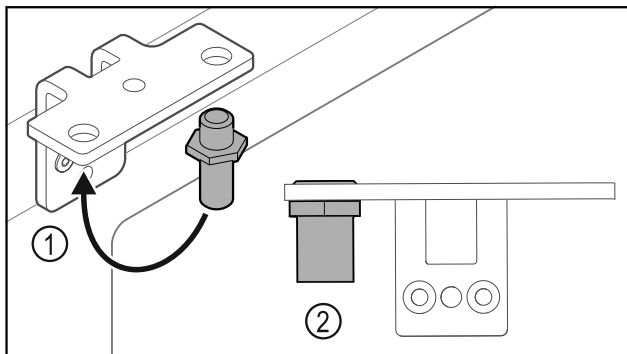

Fig. 28
- Premiestnite čap Fig. 28 (1) v uholníku závesu.
- Uťahnite čap Fig. 28 (2) **uťahovacím momentom 12 Nm**.